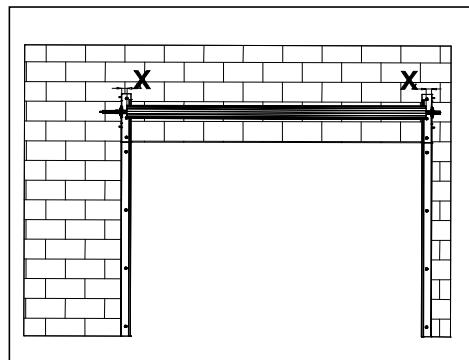

Figura 17
- 3 Centralize o eixo de forma que as folgas nas laterais (x) estejam com a mesma distância. (Veja Figura 17).